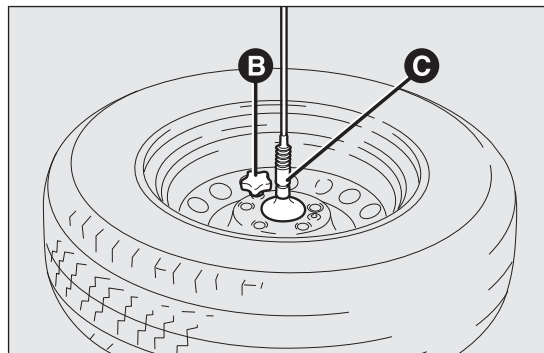

fig. 120
- ☐ retirar el capuchón B fig. 120 y desenganchar el cable de retención, a continuación, soltar la rueda del soporte dentado C aflojando los 2 tornillos;